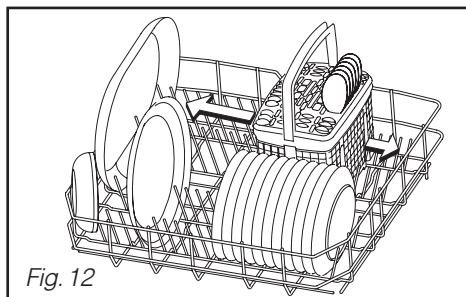

Fig. 12
**Le panier à couverts est coulissant pour vous permettre un chargement modulable.** Il peut être disposé à n'importe quel endroit du panier inférieur. Ainsi vous pouvez effectuer des chargements divers en fonction des pièces de vaisselle (Fig. 12).